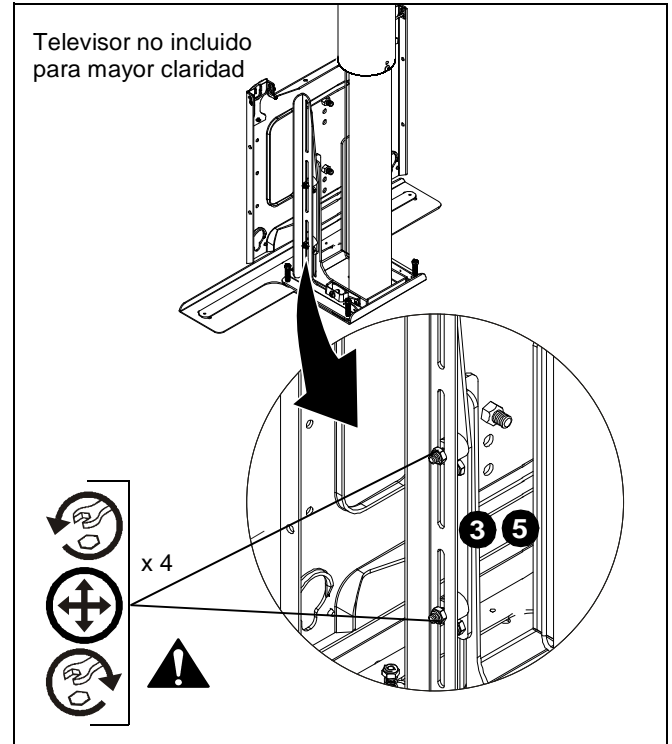

Figura 20
4. Afloje las cuatro tuercas que fijan los soportes de ajuste derecho e izquierdo de la cubierta inferior al soporte de sujeción de la placa frontal. (Consulte la Figura 20).
6. Ajuste las cuatro tuercas para fijar el soporte en su posición. (Consulte la Figura 20).